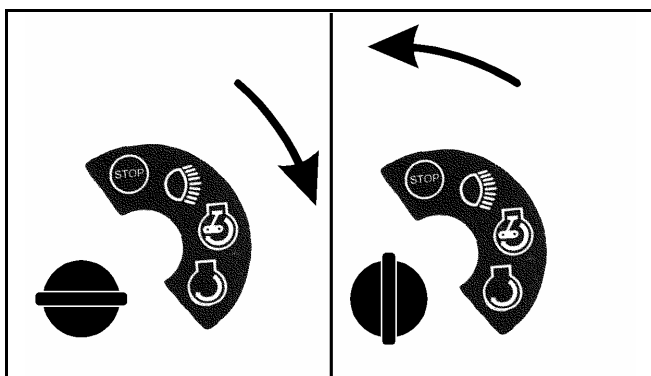

Fig. 18
6. Mettre la clé de contact sur START (Fig. 18), et la relâcher dès que le moteur a démarré. Actionner plus de 15 secondes sur le démarreur peut provoquer une surchauffe. Laisser alors refroidir pendant 2 minutes, avant de recommencer.
Les lumières sont automatiquement allumées par l'interrupteur à clé (fig. 18).